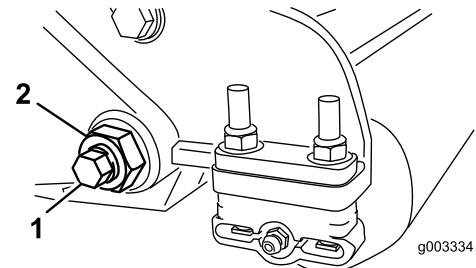
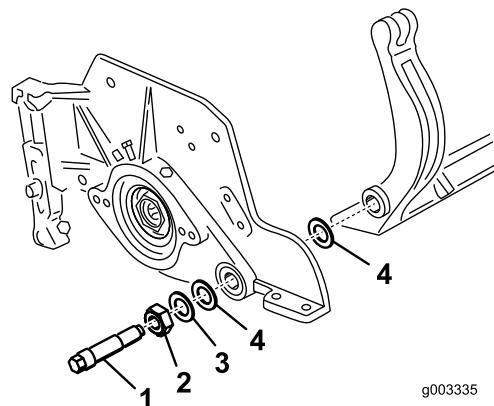

Figura 33
Figura 34
3. Desaperte a porca de bloqueio que segura a cavilha da barra de apoio, em cada um dos lados da máquina (Figura 33).
4. Remova cada uma das cavilhas da barra de apoio, de modo permitir puxá-la e retirá-la da máquina (Figura 33). Guarde as duas anilhas de nylon e anilha de aço prensado de cada uma das extremidades da barra de apoio (Figura 34).
4. Coloque uma arruela de aço no exterior de cada uma das arruelas de nylon (Figura 34).